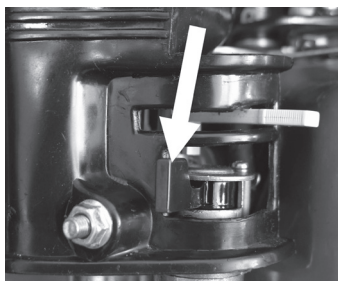

Abb. 11
2. Schließen Sie den Kraftstoffeinlass, indem Sie den Hebel des Kraftstoffhahns nach links bewegen (Abb. 11).